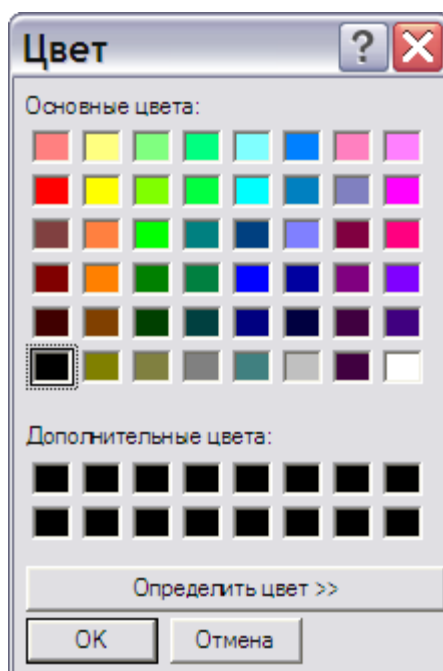

Рис. 5.147
1. Цвет заливки начала выноски (прямоугольника или круга) и окончания выноски. Для выбора цвета заливки используется кнопка **Цвет заливки** . справа от поля ввода прозрачности. По умолчанию кнопка имеет белый цвет, в дальнейшем она будет иметь цвет, установленный пользователем. После нажатия на неё открывается окно **Цвет** (Рис. 5.147).